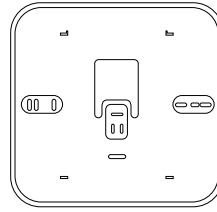

Fig. 10
- Monter, si nécessaire, la plaque de support du boîtier électrique, fournie dans le kit (Fig. 10).
Après avoir terminé l'opération, repositionner le capteur d'ambiance en plaçant d'abord la partie supérieure puis en tournant vers le bas en appuyant délicatement. Le capteur d'ambiance sans fil surveille en permanence le niveau de charge des piles, dont la durée est d'environ 2 ans. Quand la charge est presque épuisée, l'écran affiche le symbole «  » (Fig. 10).